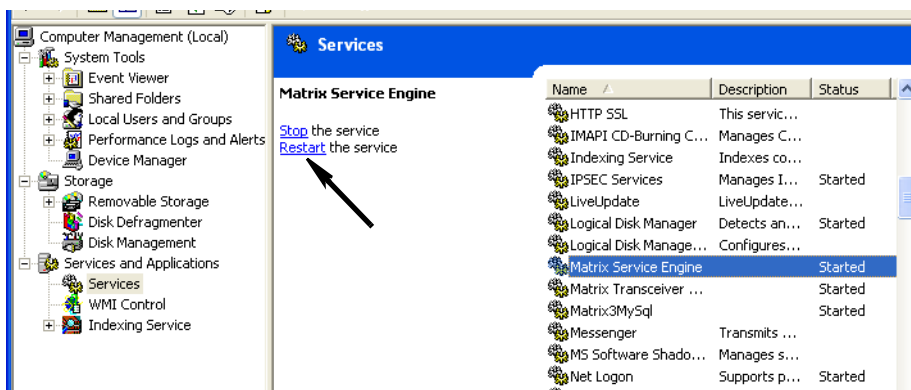

FIG. 62
- k. Haga clic en el vínculo Reiniciar servicio (FIG. 62).